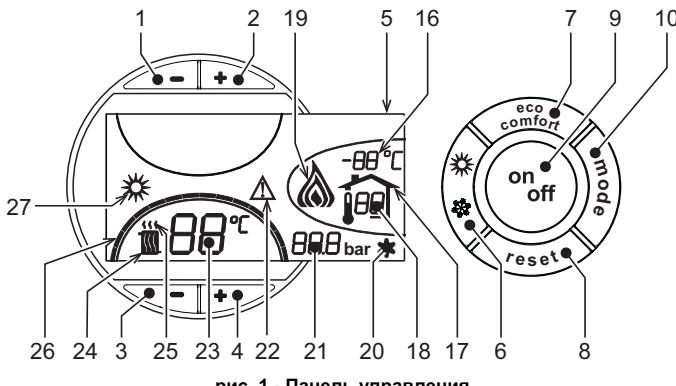
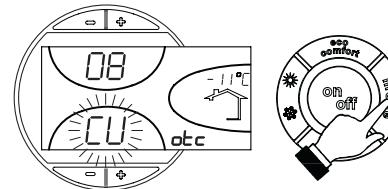
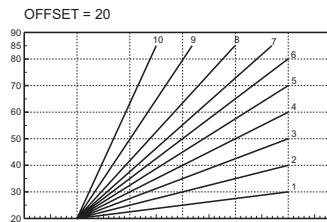

рис. 1 - Панель управления
рис. 9 - Кривая погодозависимого регулирования
рис. 12 - Пример параллельного смещения кривых погодозависимого регулирования
Нажмите клавишу on/off (поз. 9 - рис. 1) в течение 1 секунды.
Для повторного включения котла снова нажмите клавишу on/off (поз. 9 рис. 1) в течение 1 секунды.
- Нажмите кнопку ВКЛ/ВЫКЛ (9 - рис. 1)
Нажмите клавишу Лето/Зима (поз. 6 - рис. 1) на 1 секунду.
На дисплее высвечивается символ "Лето" (поз. 27 - рис. 1). При этом котел будет вырабатывать только воду для ГВС. Остается активной система защиты от замерзания.
Для выключения режима "Лето" вновь нажмите клавишу Лето/Зима (Поз. 6 - рис. 1) на 1 секунду.
Температура в системе отопления регулируется в пределах от 30 °C до 80 °C с помощью клавиш (поз. 3 и 4 - рис. 1); однако, не рекомендуется эксплуатировать котел при температуре ниже 45 °C.
Температура в системе ГВС регулируется в пределах от 10°C до 65°C с помощью клавиш (поз. 1 и 2 - рис. 1).
При наличии датчика температуры наружного воздуха (опция) на дисплее панели управления (поз. 5 - рис. 1) отображается измеряемая этим датчиком температура. При этом система управления котлом работает в режиме "Плавающая температура". В этом режиме температура воды, подаваемой в систему отопления, регулируется в зависимости от климатических условий внешней среды с тем, чтобы обеспечить максимальный комфорт и экономию энергетических ресурсов в течение всего года. Так, при повышении внешней температуры понижается температура подачи воды в систему отопления, что производится по определенной "кривой погодозависимого регулирования".
С переключением на режим "Плавающей температуры" показатель температуры, устанавливаемый клавишами (дет. 3 и 4 - рис. 1) соответствует максимальной температуре подачи воды в систему отопления. Рекомендуется задавать максимальное значение температуры с тем, чтобы позволить системе регулировать ее по всему рабочему диапазону.
При однократном нажатии клавиши Режим (поз. 10 - рис. 1) на дисплее высвечивается текущая кривая погодозависимого регулирования (рис. 9), которую можно изменить с помощью клавиш задания температуры воды ГВС (поз. 1 и 2 - рис. 1).
При нажатии клавиш регулировки температуры отопления (поз. 3 и 4 - рис. 1) получается доступ к функции параллельного изменения кривых (рис. 12), выполняемого с помощью клавиш регулировки температуры в контуре ГВС .
При повторном нажатии клавиши Режим (поз. 10 - рис. 1) осуществляется выход из режима регулировки параллельных кривых.
Если к котлу подключено устройство дистанционного управления с таймером (опция), вышеописанные регулировки производятся в соответствии с указаниями, приведенными в таблице 1. При этом на дисплее пульта управления (поз. 5 - рис. 1) высвечивается температура в помещении, измеряемая устройством дистанционного управления.
Выбор режимов ECO/COMFORT	При выключении режима ГВС с пульта ДУ котел переходит в режим "Эконом". В этих условиях клавиша 7рис. 1 - на панели котла отключена.
Плавающая температура	При включении режима ГВС с устройством ДУ с таймером котел устанавливается в режим Comfort. В этих условиях с помощью клавиши 7рис. 1 - на панели управления котла можно выбрать любой из этих двух режимов.